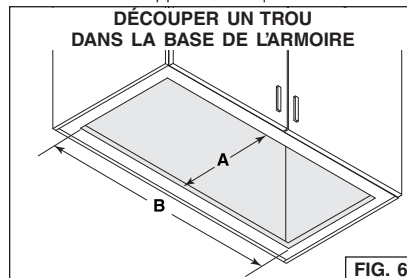

FIG. 6
- Découper un trou dans la base de l'armoire aux dimensions indiquées (FIG. 6), ou utiliser le revêtement d'armoire comme gabarit.